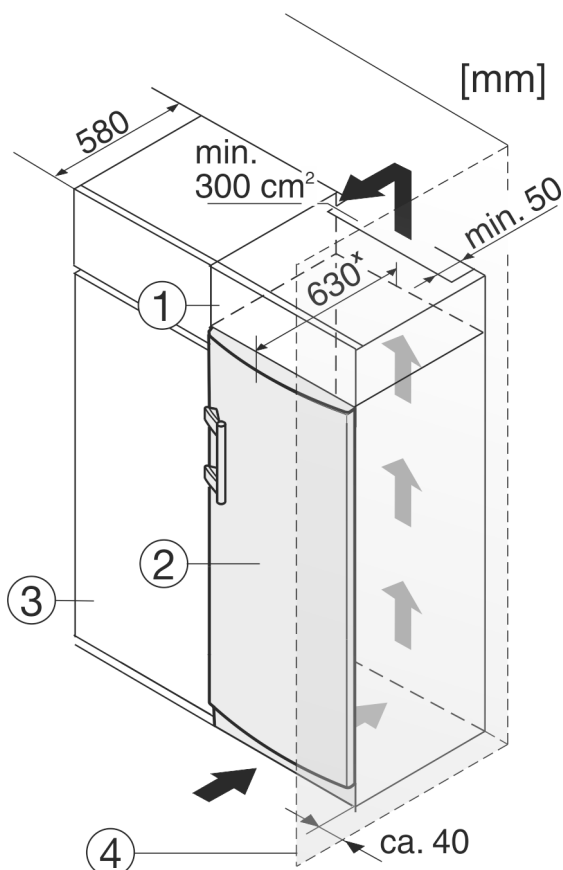

Fig. 9
- (1) Opbouwkast
- (2) Apparaat
- (3) Keukenkast
- (4) Wand
Het apparaat *Fig. 9 (2)* kan worden ingebouwd in de keuken. Om het apparaat aan de hoogte van het keukenblok aan te laten passen, kunt u er een passende opbouwkast *Fig. 9 (1)* op plaatsen.
Bij een ombouw met keukenkasten (diepte max. 580 mm) kan het apparaat direct naast de keukenkast *Fig. 9 (3)* worden geplaatst. Het apparaat steekt aan de zijkant 34 mm* en in het midden 50 mm* uit ten opzichte van het keukenkastfront.
Plaast u het apparaat met de scharnierkant naast een muur *Fig. 9 (4)*, dan moet de afstand tussen apparaat en muur minstens 40 mm bedragen. Dit in verband met het uitsteken van de deurgreep bij een geopende deur.